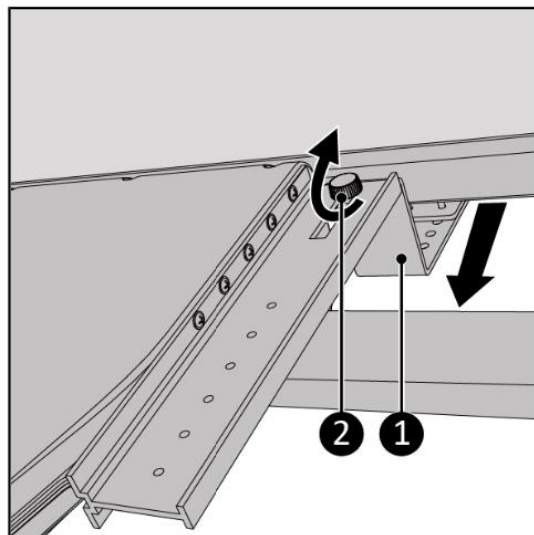

Figura 45.
9. Trageți suportul spre dvs. cât mai mult posibil (Figura 45, poz. 1) astfel încât să fie atașat corect.